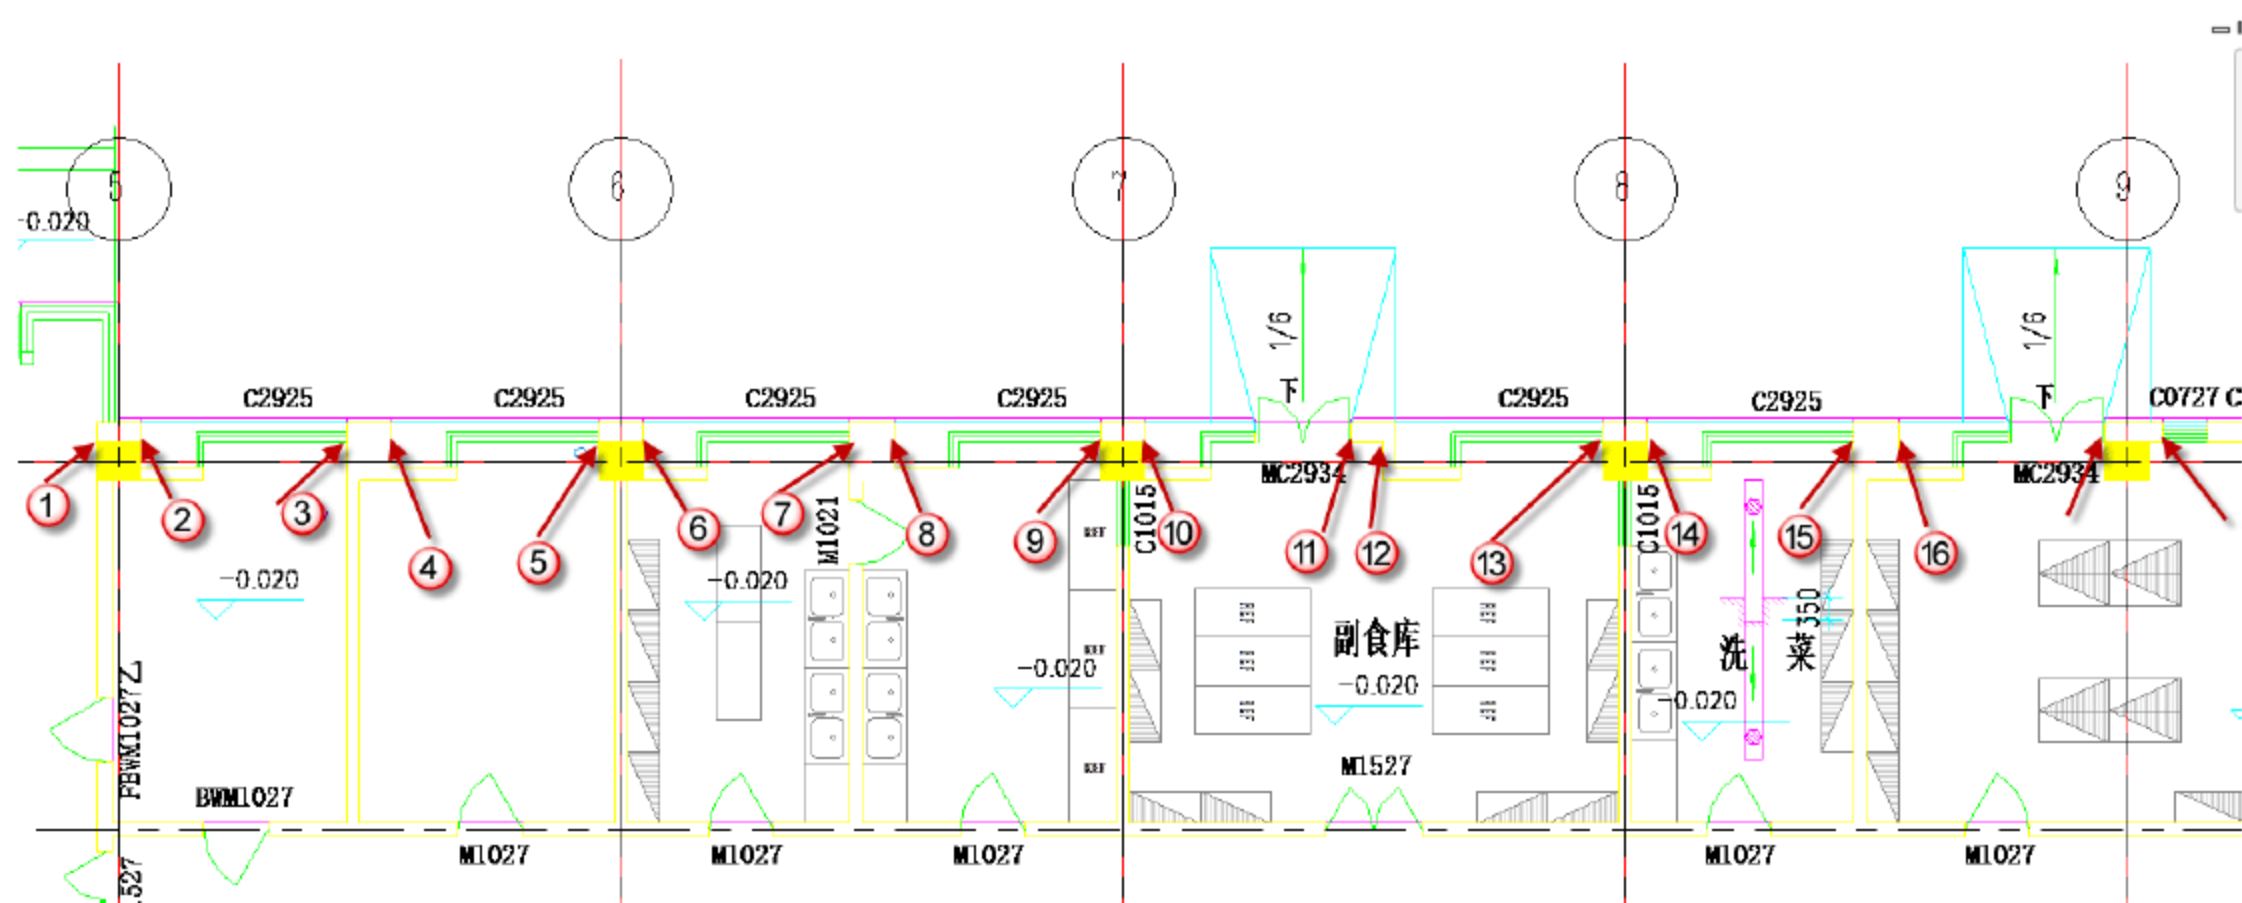
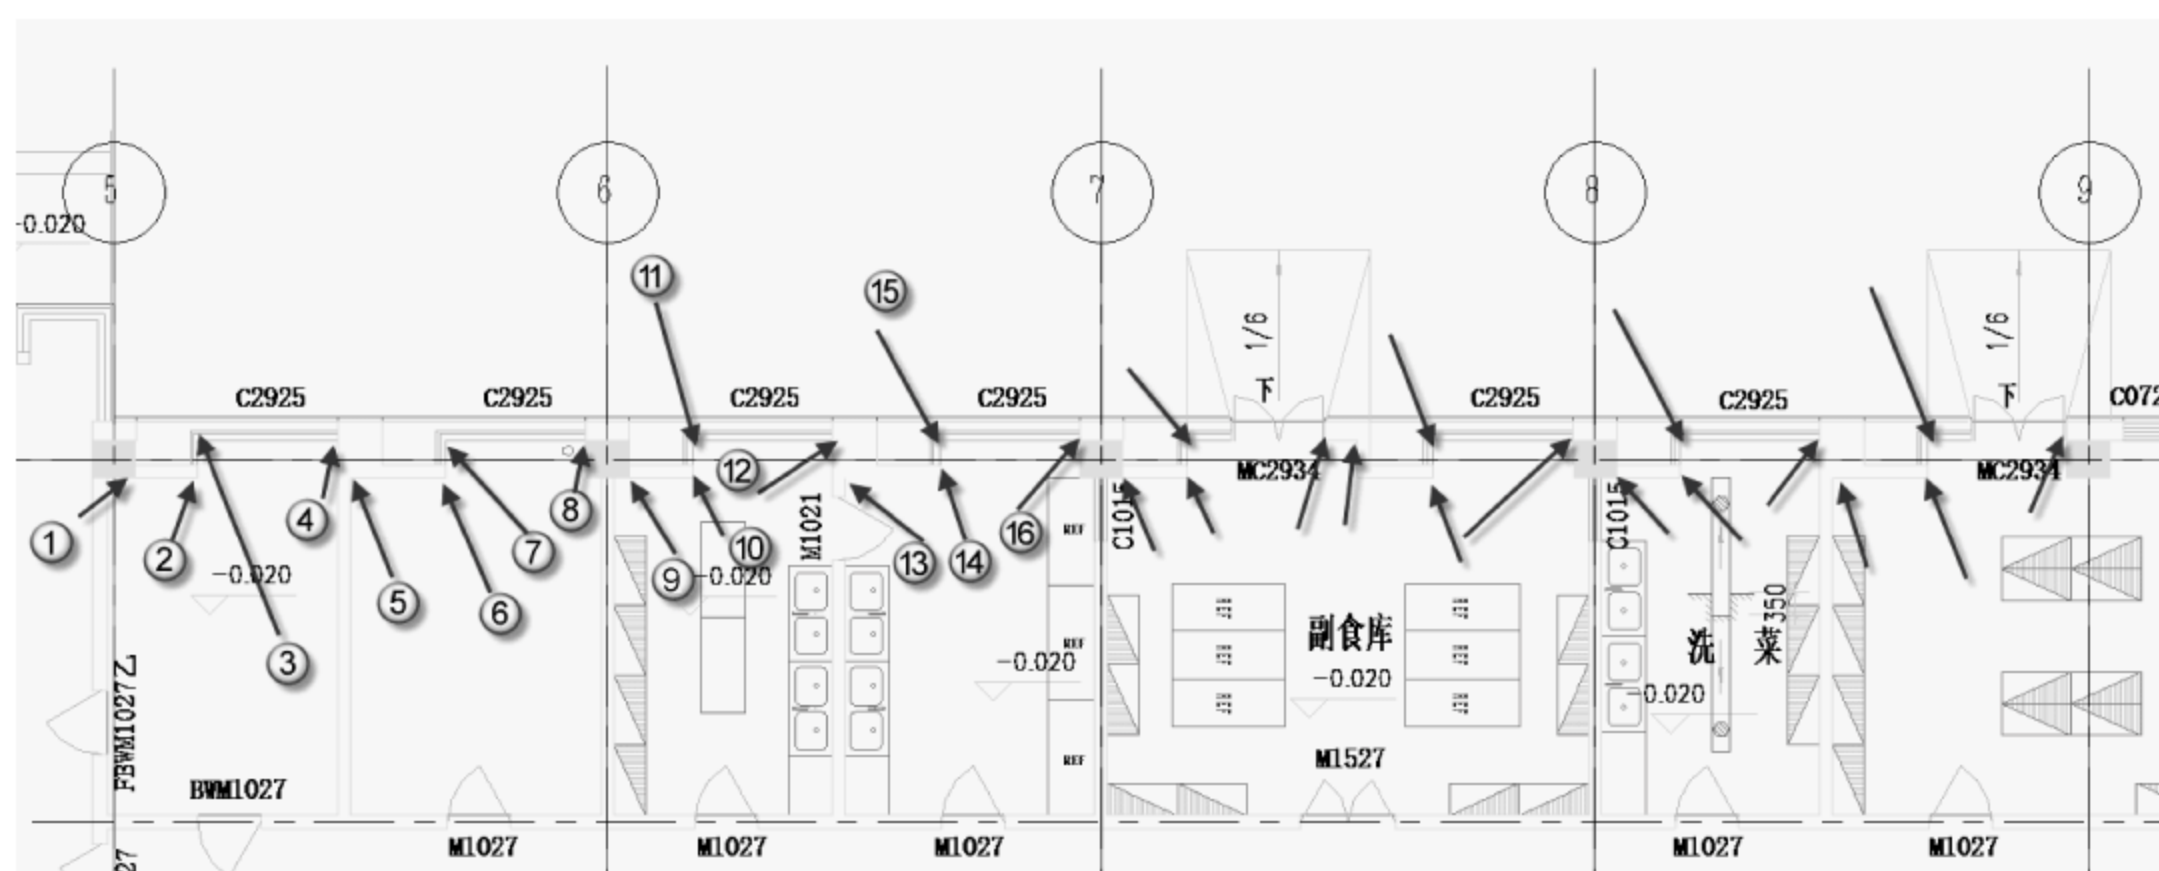

图 10.1.56 一层叠层墙-300mm 外墙绘制捕捉点
图 10.1.57 一层叠层墙-200mm 外墙绘制捕捉点
(5) 绘制 G 轴线交 5 轴线和 9 轴线之间的外墙。选择“建筑”→“墙”→“墙：建筑”命令，也可以直接按快捷键 W+A。选择“一层叠层墙-300mm”墙族，将“偏移量”改为“150mm”，其他参数不变，依次捕捉图 10.1.56 所示位置绘制墙体。然后将“墙类型”改为“一层叠层墙-200mm”，将“偏移量”改为“100mm”，其他参数不变，依次捕捉图 10.1.57 所示位置，单击绘制墙体。绘制完成后按两次 Esc 键，可以退出外墙绘图界面，完成后的